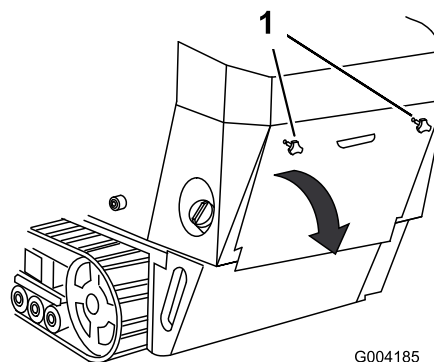

Figura 27
1. Svitare le 2 manopole che fissano il coperchio di accesso posteriore alla macchina (Figura 27).
2. Inclinate il coperchio di accesso posteriore verso il basso per accedere ai componenti interni (Figura 27).